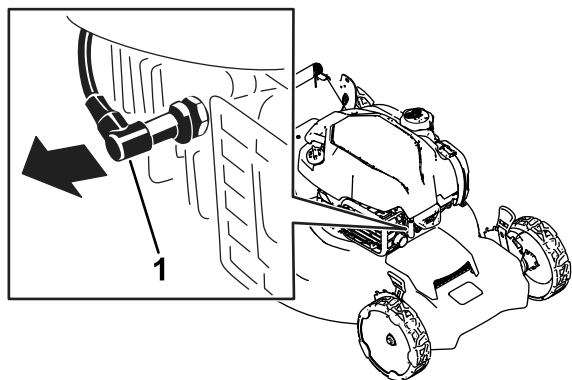

Figura 22
2. Desligue o fio da vela da ignição da vela da ignição (Figura 22).